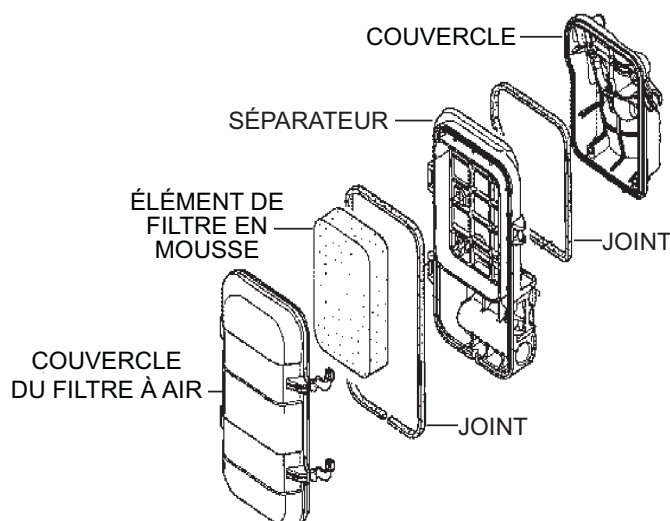

Figure 33. Filtre à air cyclonique
1. Retirer le couvercle du filtre à air et l'élément filtrant en mousse comme illustré à la Figure 33.